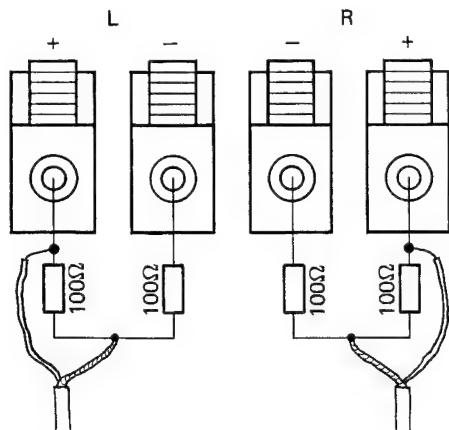

Fig. 6
– In seltenen Fällen sind die Endstufen des Vollverstärkers in Brückenschaltung ausgeführt. In diesen Fällen wird der Innenleiter des Anschlusskabels mit dem <+>-Anschluss verbunden. Die Abschirmung benötigt einen künstlichen Massepunkt, der pro Kanal durch einen Spannungsteiler (je 2 Widerstände von 100 Ohm/1W, siehe Fig. 6) erzeugt wird.
– In rare cases the output stages of the integrated amplifier are implemented as a bridge circuit. In this case the center conductor of the connecting cable is connected to the “+” terminal. The screen requires an artificial ground that is created for each channel by a voltage divider (two 100 ohm/1W resistors each, Fig. 6).
– Dans de plus rares cas, les étages finaux de l'amplificateur intégré sont montés en pont. Il convient alors de raccorder le conducteur central du câble de liaison au point <+>. Le blindage nécessite pour chaque canal une masse artificielle, réalisée à l'aide d'un diviseur de tension (2 résistances de 100 Ohm/1W chacun, voir fig. 6).